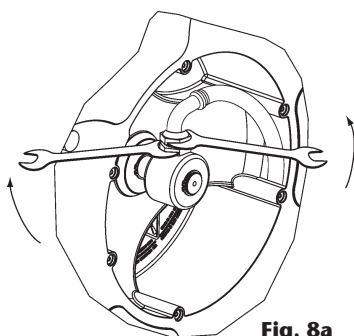
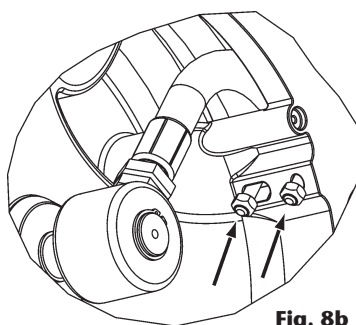

Fig. 8a
Fig. 8b
4. Fixer le flexible à la rotule comme indiqué dans la figure 8a et fixer les boulons en « U » comme illustré dans la figure 8b.
3. Débranchez le flexible comme indiqué (fig. 8a). Dévissez le boulon en « U » et retirez le flexible (fig. 8b).